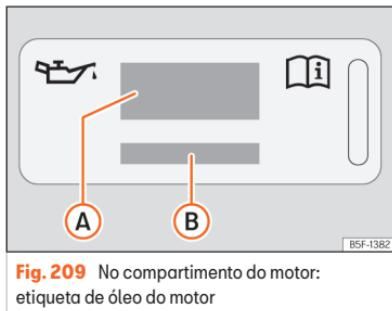

Fig. 209 No compartimento do motor:
Legenda da **Fig. 209**:
Se tiver de adicionar óleo do motor, utilize um dos óleos indicados na etiqueta **Fig. 209**.
- Se faltar a etiqueta com a especificação do óleo do motor **Fig. 209**, contacte uma oficina especializada.